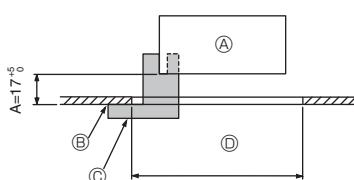

Fig. 9-2
①	Dimensões da grelha	1	950 x 950 (mm)
②	Medidor de instalação	1	(Dividido em 4 partes)
③	Parafuso (4 x 16)	1	para PLP-6EAE, PLP-6EALE, PLP-6EALME
④	Painel de canto i-see sensor	1	para PLP-6EAE, PLP-6EALE, PLP-6EALME
⑤	Controlo remoto sem fio	1	para PLP-6EALM, PLP-6EALME
⑥	Suporte do controlo remoto	1	Incluído quando equipado com o controlo remoto sem fios.
⑦	Pilhas AA LR6	2	Incluído quando equipado com o controlo remoto sem fios.
⑧	Parafusos de derivação de 3,5 x 16	2	Incluído quando equipado com o controlo remoto sem fios.
9.2. Preparar a fixação da grelha (Fig. 9-2)
- Utilizando o medidor ② fornecido com este kit, ajuste e verifique a posição da unidade principal em relação à superfície do teto. Se a unidade principal não estiver adequadamente posicionada em relação à superfície do teto, poderá permitir a ocorrência de fugas de ar ou provocar a acumulação de condensação.